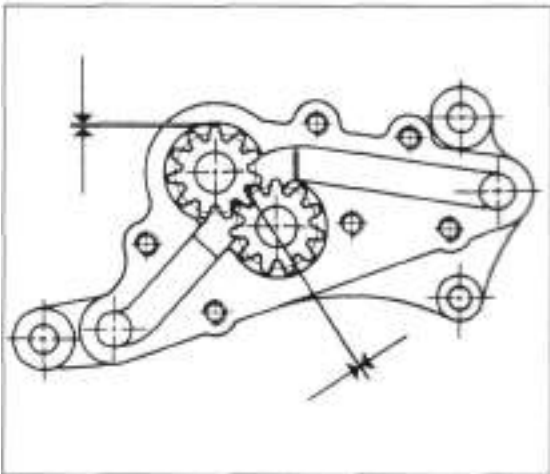

Bild 116
-  Haarlineal auf Pumpengehäuse auflegen, und Seitenspiel der Zahnräder mit Fühlerlehre messen (Bild 116). Maximal tolerierter Wert 0,07 mm.